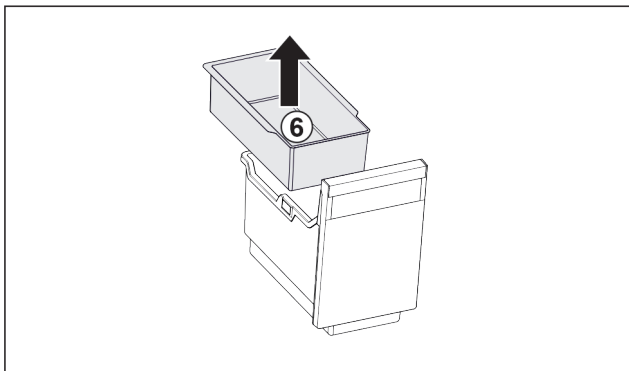

Fig. 95
- ▶ Retirar la bandeja suspendida *Fig. 95 (6)*.